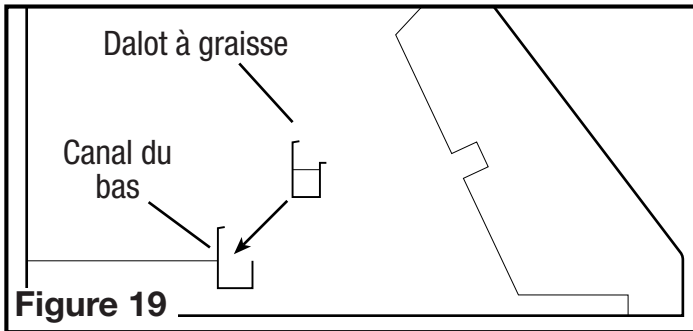

Figure 19
2. Si le dalot à graisse rétractable compris n'est pas déjà installé dans la hotte, l'insérer dans le canal intérieur arrière de la hotte. Assurez-vous que le côté le plus long du dalot fait face vers l'arrière de la hotte (Figure 19).